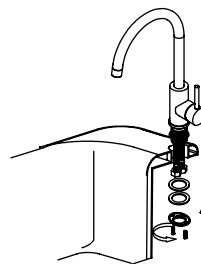

Рис. 3
- Пропустите гибкую подводку в отверстие в столешнице. Закрепите смеситель на рабочей поверхности, используя входящий в комплект набор крепежа (рис. 3).